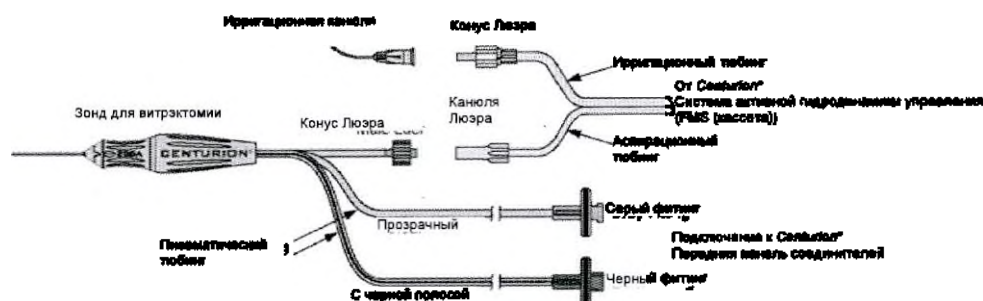

Рисунок 3-9 Подготовка зонда Centurion UltraVit и ирригационной канюли с ирригационно-аспирационными тубингами и пневматическими тубингами
4. **Соединение аспирационных тубингов.** Отсоедините соединитель ирригационного и аспирационного тубингов кассеты от ультразвуковой рукоятки. Подсоедините соединитель синего аспирационного тубинга кассеты к соединителю синего аспирационного тубинга зонда (см. рисунок 3-9). Нажмите клавишу *Следующий* (Next). Операционная медсестра
5. **Соединение ирригационной канюли.** Подсоедините соединитель белого ирригационного тубинга кассеты к ирригационной канюле (см. рисунок 3-9). Нажмите клавишу *Следующий* (Next). Операционная медсестра